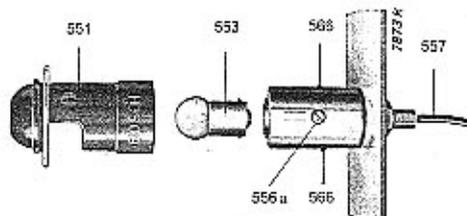

Bild 35 Auswechseln der Glühlampe
1. Gehäuse 551 ganz herausziehen (Bild 35).